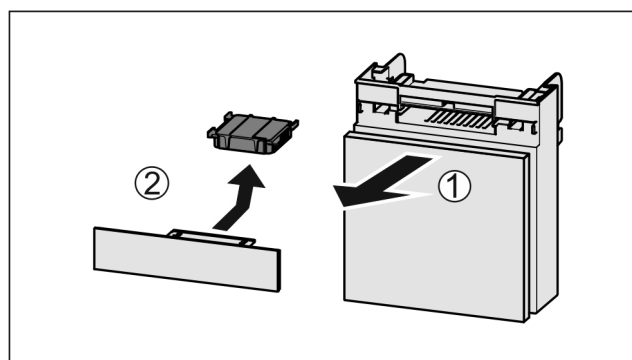

Fig. 254
- ▶ Вытянуть Fig. 254 (1) отделение движением вперед.
- ▶ Извлечение Fig. 254 (2) фильтра с активированным углем.